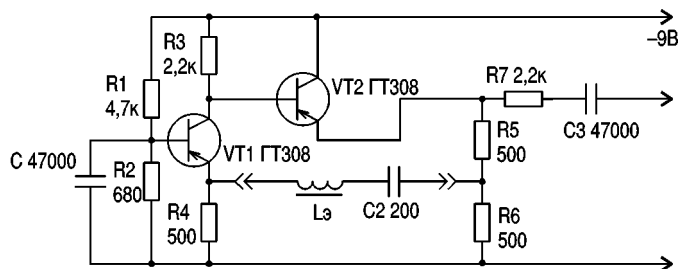

Рис.4
1. На коллекторе транзистора VT7 универсального УЗЧ напряжение должно равняться  $1/2 U_{пит TRX}$ , т.е. +6 В, что достигается подбором сопротивления резистора R25 (см.рис.1). При использовании отдельных микрофонного и телефонного УЗЧ (рис.4) "подгоняют" напряжения на эмиттерах VT12 и VT13 (+6 В) подбором сопротивления R35 и на коллекторах VT10 и VT7 (+6...+8 В) подбором сопротивлений R31 и R27 соответственно.
рактическую УЗЧ вместе с ФНЧ. Для этого напряжение от звукового генератора (не более 10-100 мкВ) подают на один из выводов симметрирующего трансформатора L10, а вместо телефонов присоединяют вход осциллографа. АЧХ должна быть равномерной или с небольшим подъемом в сторону верхних частот в диапазоне 400-2700 Гц. Частоту среза устанавливают подбором витков L11 и емкости конденсаторов C23, C24 (0,03-0,1 мкФ). При использовании УЗЧ с рис.4 также измеряют АЧХ микрофонного усилителя. Она должна иметь заметный подъем на верхних частотах звукового спектра, что улучшает разборчивость сигнала. Крутизна подъема АЧХ зависит от емкостей конденсаторов C37, C38.
принципиально, предварительный отбор магнитопроводов (косвенное измерение магнитной проницаемости по резонансной частоте испытываемого контура) поможет осуществить схему (рис.4), подробно описанная в [1]. Подбирают магнитопроводы следующим образом: на испытываемые магнитопроводы равномерно по периметру наматывают по 50 витков провода ПЭВ2-0,2, которые подсоединяют по очереди через испытательный конденсатор емкостью 200 пФ в цепь ПОС испытательного генератора. Значение частоты измеряют цифровым частотомером или калиброванным по частоте вещательным приемником для L2-L4 в диапазоне ДВ, для L5, L6 - в диапазоне КВ. Частота генерации отобранных последовательных колебательных контуров, начальная магнитная проницаемость магнитопроводов которых одинакова, должна отличаться на величину не более половины интервала граничного перекрытия между диапазонами.